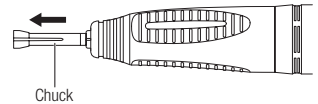

Fig. 8
- 3) Remove the chuck (Fig. 8).